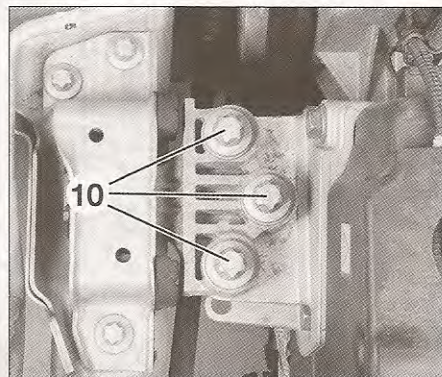

FIG. 28
- Desmontar los tornillos de fijación (10) del soporte motor derecho (fig. 28).